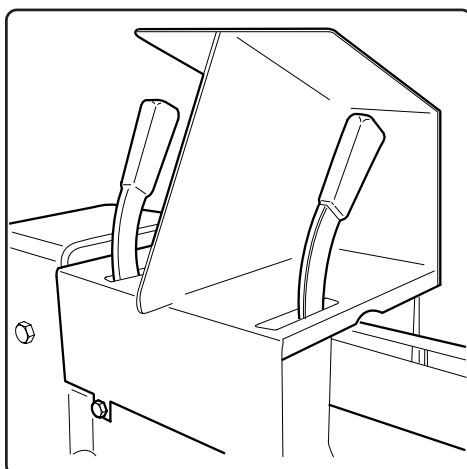

Fig. 8
- 3) Sett i gang trykkplata/kløyvesylinder ved å trekke begge betjeningshendler (Fig.8) mot deg. På denne måten vil du sette trykkplata i bevegelse mot kløyvekniven, og veden blir kløyvd. Når trykkplata er kommet helt frem, eller trykkraften ikke er nok for å kløyve vedkubben, vil man høre en pipelyd. Dette indikerer at sikkerhetsventilen har grepet inn. Ikke insister på å fortsette, men slipp begge betjeningshendler (Fig.8) samtidig. Trykkplata går da tilbake til utgangspunktet. Prøv deretter å kløyve vedkubben ved å legge den i en mer egnet posisjon.
- 4) Ved å slippe begge betjeningshendler (Fig.8), samtidig, vil trykkplata gå tilbake til utgangspunktet med maksimal åpning.